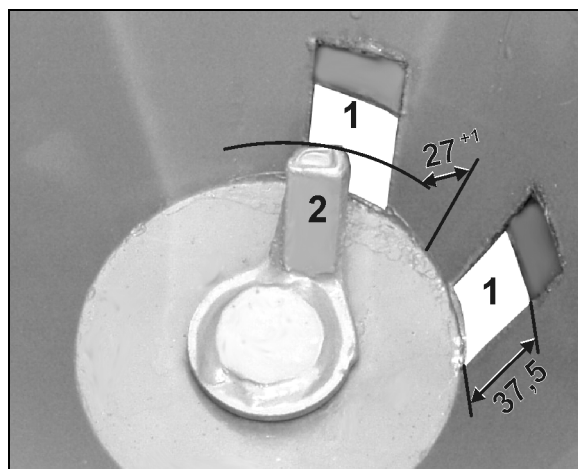

Bild 24
3. Båda utloppsöppningarna måste vara öppnade 37,5 mm (Bild 24).
Kontrollera avståndet mellan omrörarvingen och trattens insida. Omrörarvingen ska stå parallellt i förhållande till trattens vägg och avståndet mellan de båda ska vara 27 +1 mm (Bild 24).
Kontrollera avståndet mellan omrörarvingen och trattens insida. Omrörarvingen ska stå parallellt i förhållande till trattens vägg och avståndet mellan dem ska vara 27 +1 mm (Bild 24).